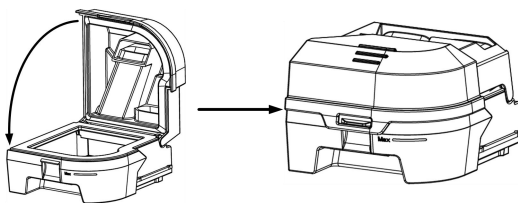
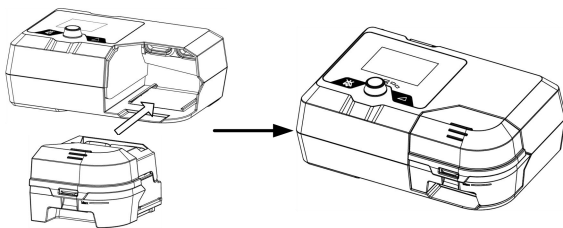

图 4-4
图 4-5
(3) **装回水罐。**注完水后，盖上水罐的盖子，如图 4-4 所示；再将水罐重新装回呼吸机上，具体步骤如图 4-5 所示：
(3) **安装水罐：**水罐晾干后，盖上水罐的盖子，如下图所示。然后将水罐重新装回呼吸机上（见图 4-5）。